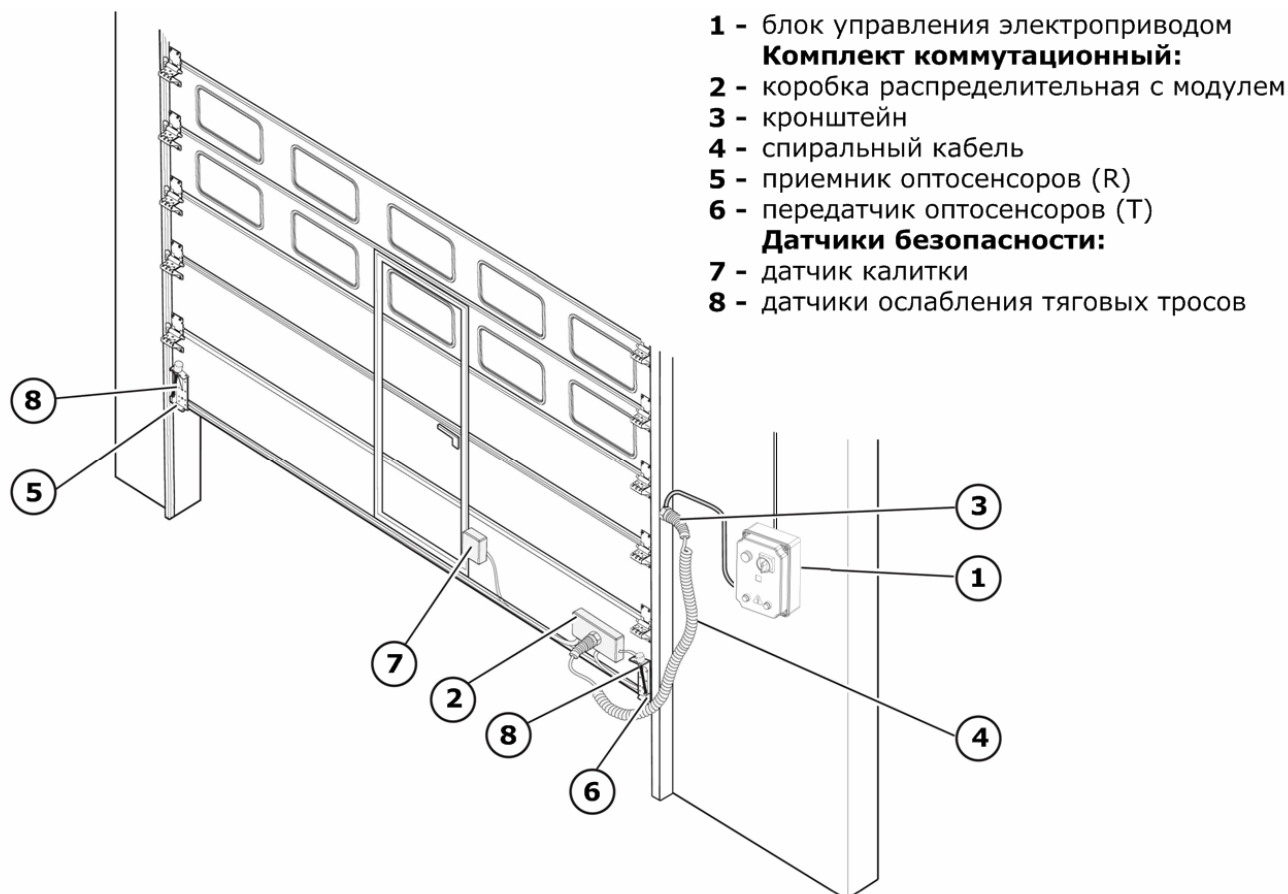

Рисунок 1 – Типовая монтажная схема
- Определите расположение системы управления (блока управления) электроприводом (Рисунок 1), слева или справа относительно ворот. Монтаж компонентов комплекта коммутационного рекомендуется выполнять на стороне расположения системы управления электропривода.